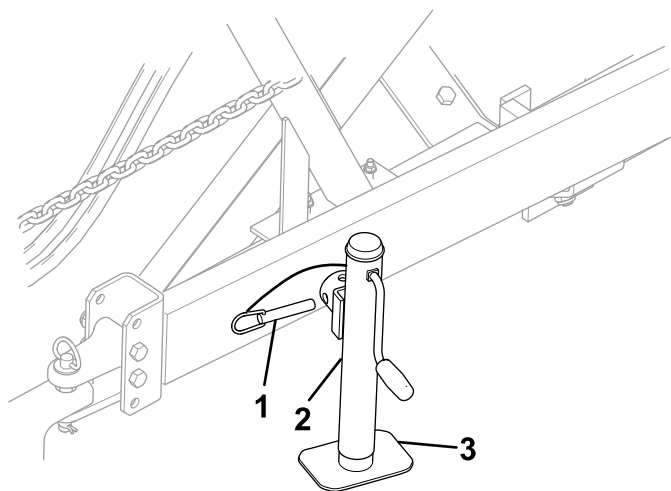

図 17
2. ジャッキを縦にする 図 17。
3. 格納チューブの穴を、ジャッキの穴に合わせる 図 17。
4. 格納チューブの穴とジャッキの穴にピンを通す 図 17。
2. ジャッキハンドルで、ジャッキパッドを完全に上まで上げる 図 17 を参照。